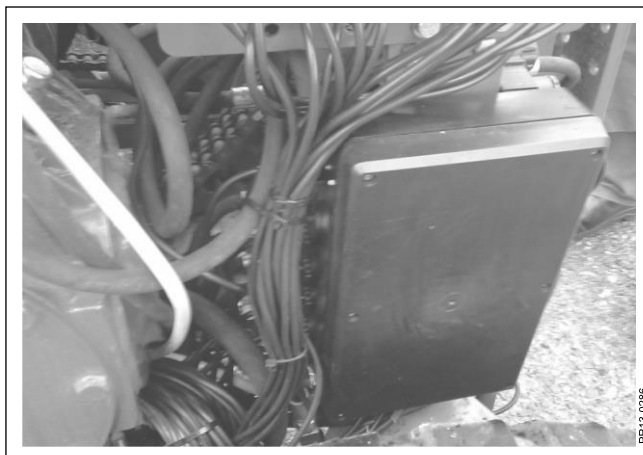

Fig. 5-6
- Fig. 5-6** Styringen **A**, der er placeret under venstre bagskærm, indeholder den nødvendige styring til metaldetektoren. Denne modtager signal fra magnetkarret og giver ved detektion af magnetiserbart metal signal til spolen om at blokere indføringen, og til reversfunktionen om at gå i neutralstilling. Endvidere kontrollerer den v.h.a. magnetkontakten om der er blevet reverseret. Metaldetektoren er ved opstart aktiv og kræver reversering før der kan arbejdes normalt. Se Fig. 6-7 "Kørsel i marken; MD-styring".